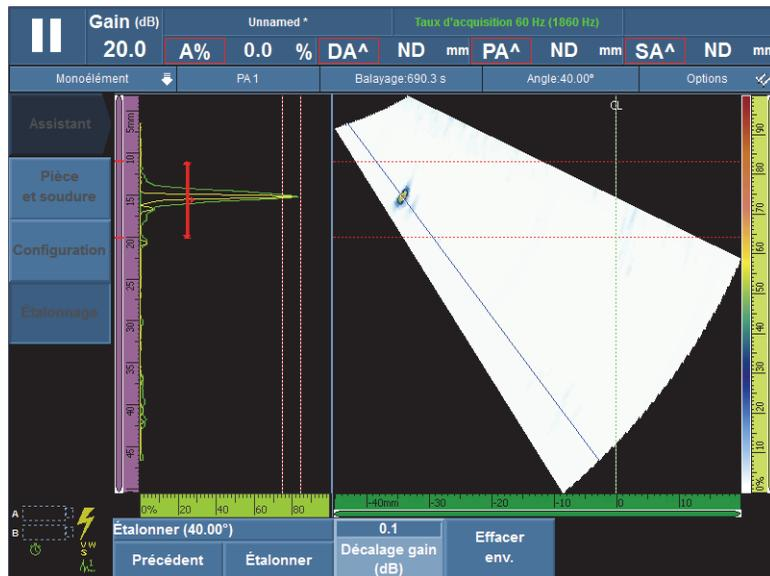

Figure 5-16 Création de l'enveloppe d'étalonnage de la sensibilité du premier angle
- a) Déplacez la sonde au-dessus du réflecteur de référence pour créer l'enveloppe (voir la Figure 5-16 à la page 151).